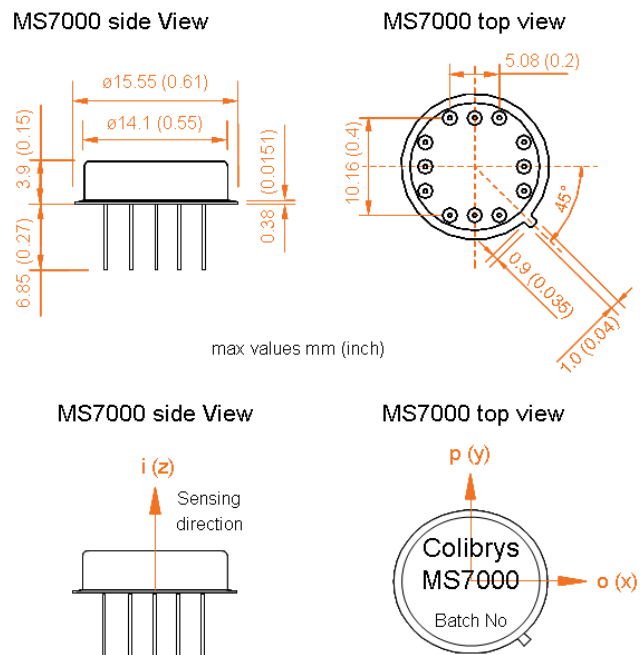

Fig. 6 : MS7000 TO8 packaging
- A_i, A_p and A_o 分别是传感器每个轴方向的加速度（见图 6）
精确尺寸在图 6 中给出, 产品标准重量为 2.6 克。